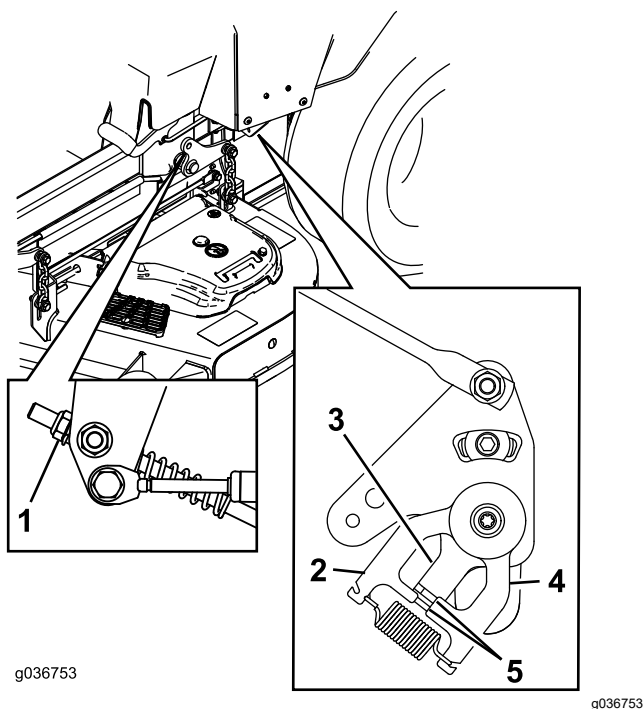

Figura 66
11. Regolate le lunghezze delle aste di controllo della pompa ruotando il dado nella direzione idonea sinché le ruote strisciano leggermente in retromarcia (Figura 65 e Figura 66).